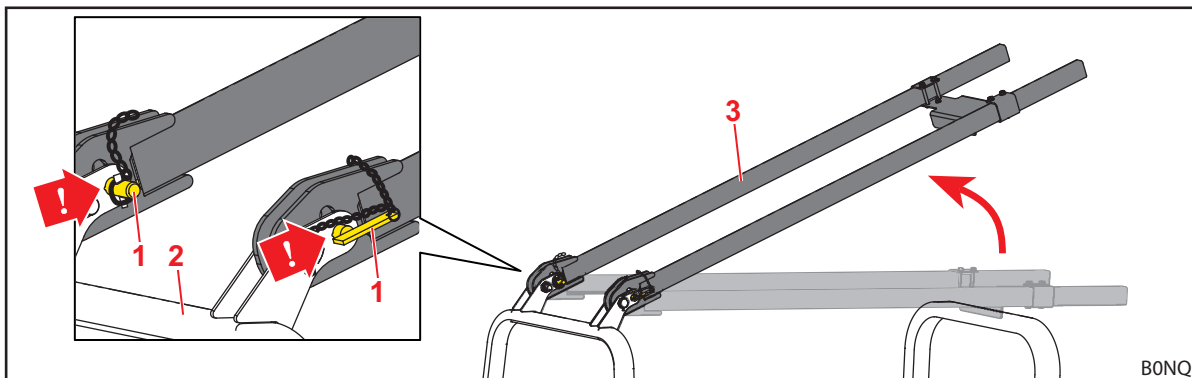

Fig. 40 Traverse ribaltate verso l'alto e bloccate nei fori inferiori
- (1) Bloccare le traverse lunghe nei fori inferiori.
- Bloccare le traverse lunghe nei fori inferiori utilizzando i perni di arresto (cfr. Fig. 40).
- (2) Ribaltare la staffa inferiore verso l'alto (vedere la descrizione dell'OPG senza traverse lunghe all'inizio del capitolo).
- (3) Ribaltare verso il basso le traverse lunghe.